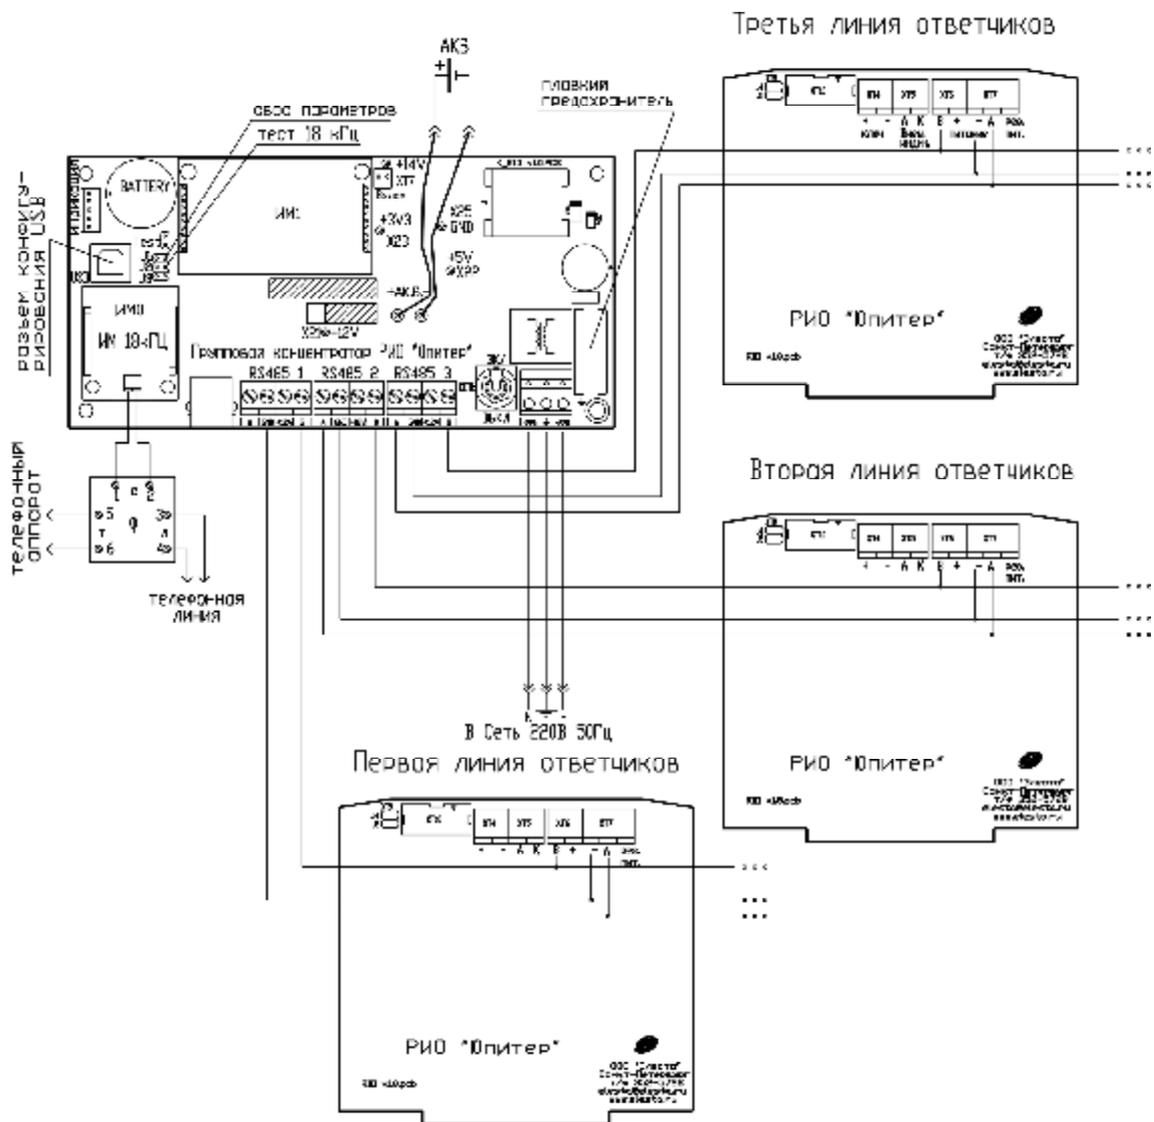

Рисунок 3. Типовая схема подключения при использовании ИМ-ПП18.
- 4) При использовании ИМ-ПП18 для связи со стационарным оборудованием СПИ «Юпитер» необходимо произвести подключение ГК РИО к телефонной линии и телефонному аппарату через фильтр (МД3.290.003) в соответствии со схемой соединений (рис. 3).
- 7) Подключение линий интерфейса RS485 производится в соответствии со схемой на рис. 3. Суммарное сопротивление линий интерфейса между крайними устройствами в цепочке не должно превышать 50 Ом.
- 5) Подсоединить провода от сети 220В к колодке ХТ9 на плате (рис. 3);
- 6) В случае использования ИМ-ПП18 подключить фильтр к колодке «18кГц» на модуле (рис. 3), подключить к колодкам фильтра провода от телефона и линии;
- 9) Подключить РИО к клеммам линии связи (А, В, GND) (рис.3);